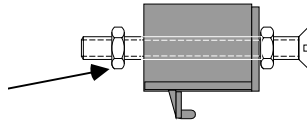

Abbildung 2-1. Befestigungslaschen-Baugruppe
3. Schrauben Sie auf die Schrauben je eine Sechskantmutter auf. Führen Sie je eine Schraube durch die Befestigungslaschen. Schrauben Sie wie in Abbildung 2-1 dargestellt auf die Schrauben jeweils eine zweite Sechskantmutter auf.